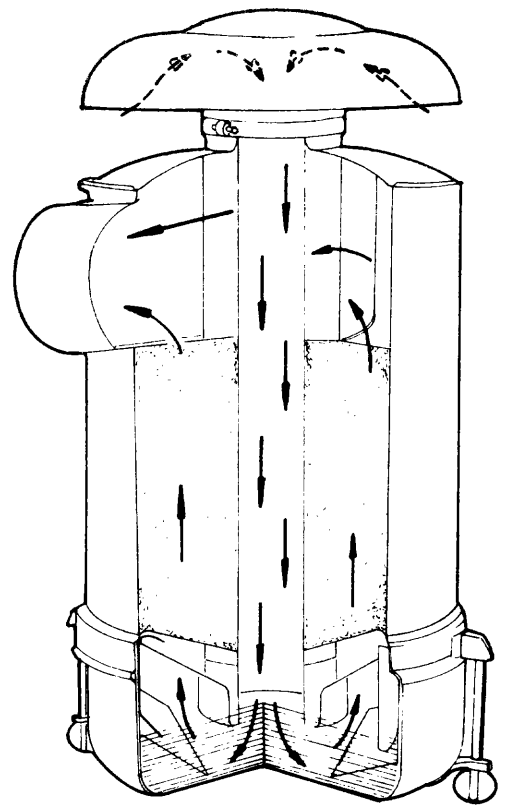

Fig. 5
*Filtro de aire a baño de aceite para trabajo pesado (fig. 5)*